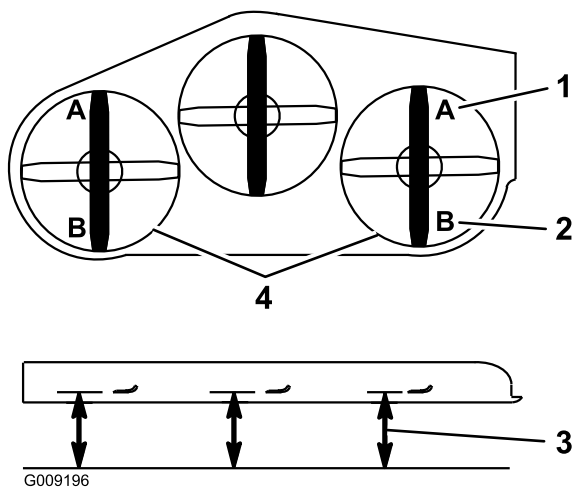

Figure 90
9. De chaque côté du tablier de coupe, mesurez la distance entre la surface plane et la pointe avant de la lame (position A), comme montré à la Figure 90.
15. De chaque côté du tablier de coupe, mesurez la distance entre la surface plane et la pointe arrière de la lame (position B), comme montré à la Figure 90.